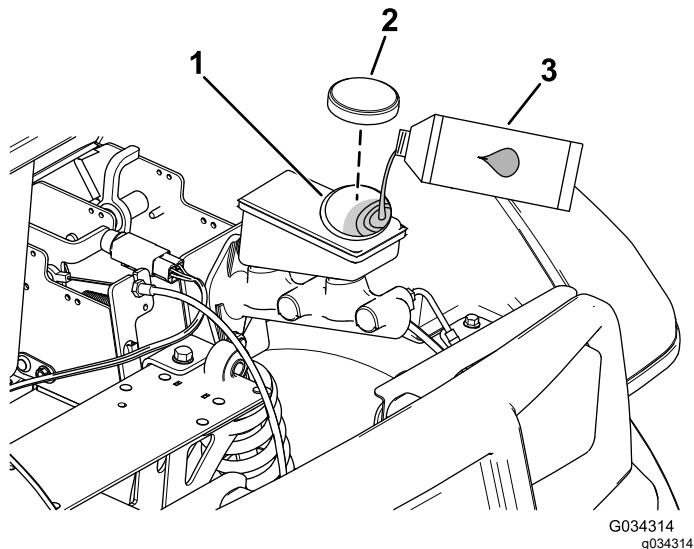

Рисунок 50
- A. Очистите область вокруг крышки бачка и снимите крышку (Рисунок 50).
- C. Установите на место крышку бака (Рисунок 50).